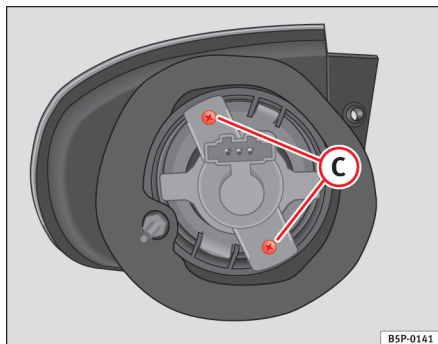

Fig. 194 Blinklys
- Skru skruerne ⇒ side 268, fig. 194 **C** ud af fatningen, og træk den ud.
- Skru skrue(r)ne ⇒ fig. 194 C ud af fatningen, og træk den ud.